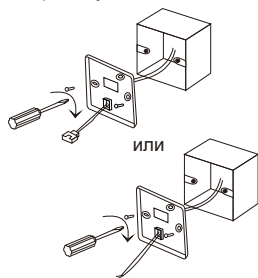

Рис. 2
3. Как показано на Рис. 2, закрутите 4 шт. винты *20 мм, которые поставляются в комплекте с задней крышкой на коробке 8 6; пропустите электропровод через заднюю крышку.